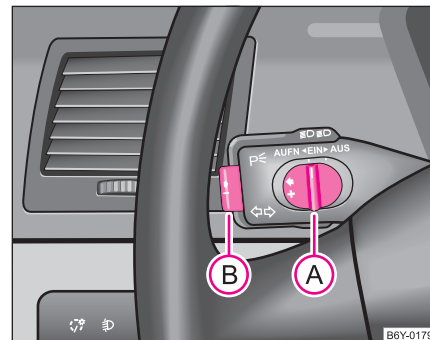

Fig. 95 Maneta:
- Deplasați comutatorul **A** ⇒ fig. 95 în poziția **ON**.
- Viteza memorată poate fi **mărită** fără acționarea pedalei de accelerație, prin deplasarea comutatorului (A) ⇒ pagina 109, fig. 95 spre stânga, în poziția **RES**.
- Viteza memorată se poate **reduce** apăsând tasta (B).
- Dacă eliberați tasta la o viteză sub 30 km/h, viteza nu se va memora, memoria se șterge. Viteza trebuie memorată după depășirea vitezei de 30 km/h, prin apăsarea tastei (B) ⇒ pagina 109, fig. 95. ■
- Sistemul de viteză de croazieră mai poate fi dezactivat prin deplasarea comutatorului (A) ⇒ pagina 109, fig. 95 spre dreapta - în poziția intermediară, dinaintea poziției **OFF**. Comutatorul va reveni singur în poziția **ON**.
Reluarea vitezei memorate are loc după eliberarea pedalei de frână sau de ambreiaj; la autovehiculele cu cutie de viteze automată numai după eliberarea pedalei de frână și după apăsarea scurtă a comutatorului (A) ⇒ pagina 109, fig. 95 spre stânga, până la limită, în poziția **RES**.
- Deplasați comutatorul **(A)** ⇒ pagina 109, fig. 95 spre dreapta, până la limită, în poziția **OFF**. ■